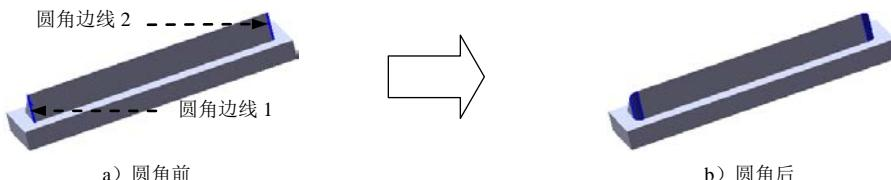

图 9.7 圆角 1
(4) 单击  按钮，完成凸台一拉伸 2 的创建。
Step4. 创建图 9.7 所示的圆角 1。